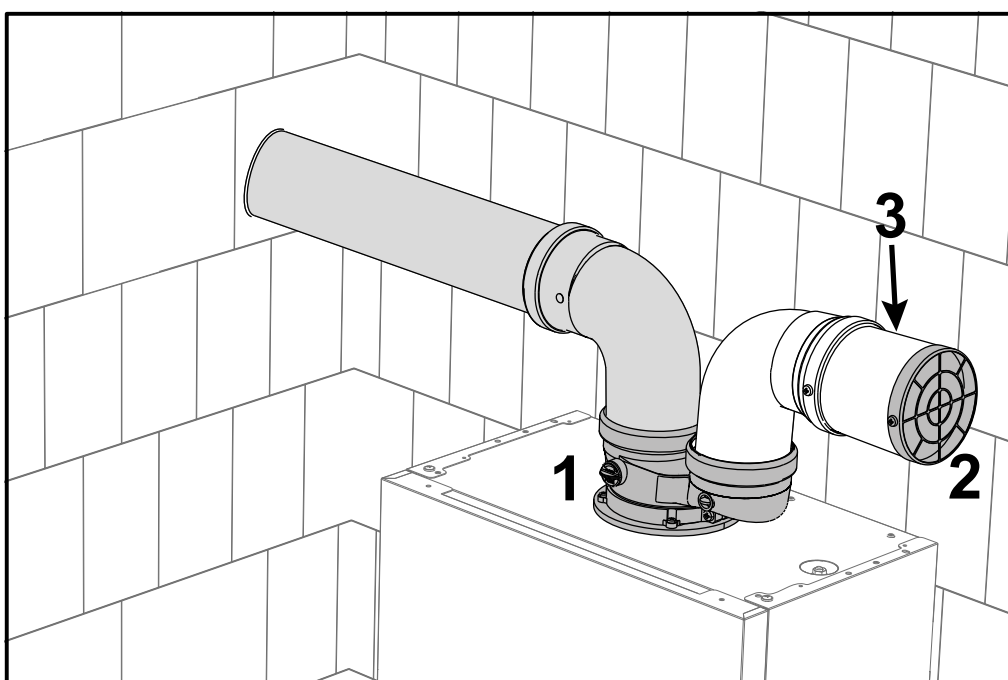

fig. 38- Beschermrooster
Installeer het startaccessoire (ref. 1fig. 38 - code **041082X0**). In de aanzuigleiding moet het beschermrooster zijn gemonteerd (ref. 2 - fig. 38 - code **1KWMA85A**). Plaats indien nodig een adapter (3) tussen het rooster en het accessoire.